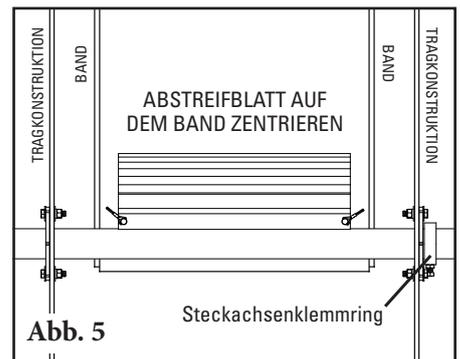

Abb. 5
5. **Zentrieren des Abstreifers auf dem Band und Befestigung in Einbaulage.** Setzen Sie das Abstreifblatt mit beiden Bolzen wieder ein. Zentrieren Sie das Abstreifblatt auf dem Band und bringen Sie den Steckachsenklemmring auf der Steckachse an (gegenüber der Seite, an der die Spannvorrichtung angebracht wird), passgenau an der Montageplatte. Drehen Sie das Abstreifblatt hin zum Band und achten Sie darauf, dass das Blatt durchgängig an der Trommel anliegt (Abb. 5). Falls dies nicht so ist, lösen Sie die Montageplatte einer Seite und verschieben Sie sie nach vorne oder hinten, bis das Abstreifblatt gleichmäßig an der Trommel anliegt. Ziehen Sie die Schrauben anschließend wieder fest.